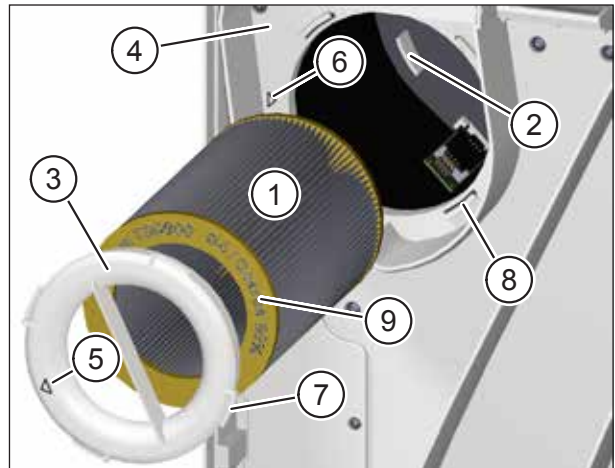

Abb. 18: Neuen Abluftfilter einsetzen
- ▶ Führen Sie den neuen Abluftfilter (Pos. 1 in Abb. 18) vorsichtig in das Lüftungsgerät ein.
- ▶ Achten Sie darauf, dass der Luftfilter in die 3 Haltenasen (Pos. 2 in Abb. 18) an der Rückwand des Lüftungsgerätes gleitet.
- ▶ Setzen Sie den Filterring (Pos. 3 in Abb. 18) auf den Abluftfilter auf. Achten Sie darauf, dass der Filterring plan auf der Zwischenplatte (Pos. 4 in Abb. 18) aufliegt.
- ▶ Drehen Sie den Filterring im Uhrzeigersinn, bis der Pfeil auf dem Filterring (Pos. 5 in Abb. 18) mit dem Pfeil der Arretierposition (Pos. 6 in Abb. 18) fluchtet. Achten Sie darauf, dass die 4 Nasen (Pos. 7 in Abb. 18) am Filterring in den Halterungen (Pos. 8 in Abb. 18) an der Zwischenplatte einrasten.
- Als Abluftfilter darf nur M-WRG-II FS, Art.-Nr. 750000, verwendet werden. Art.-Nr. und Luftfilterklasse sind auf der gelben Endscheibe des Luftfilters (Pos. 9 in Abb. 18) eingepreßt.